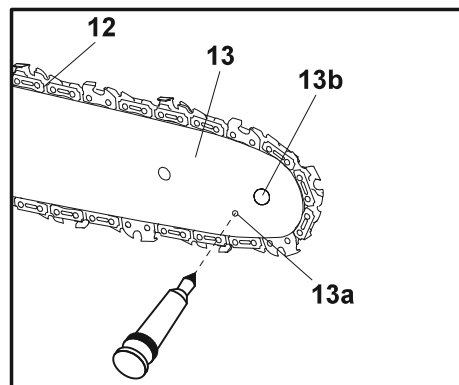

Fig. 35
2. Con una pistola de engrase desechable, inserte la punta de aguja en el orificio de lubricación (13a) (Fig. 35) e inyecte grasa hasta que aparezca en el borde exterior de la rueda dentada (13b).